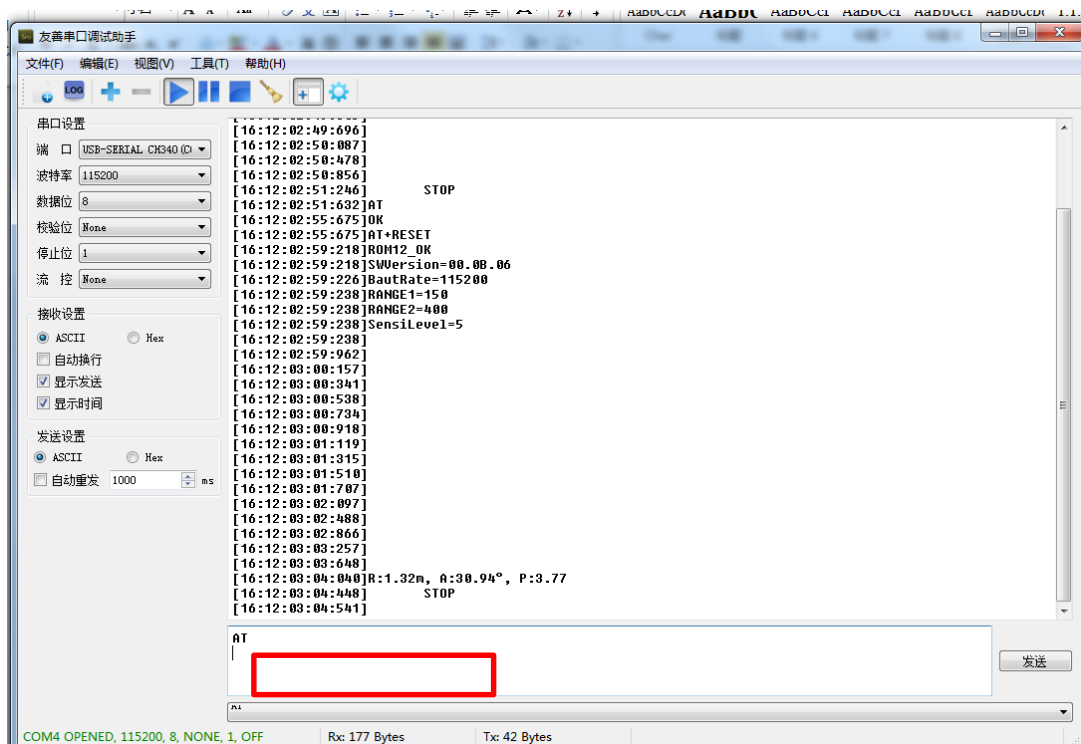

图 5-1 指令格式示例
**A2:**大概率为末尾无换行符（\n），体现在串口调试助手上为输入框应有换行（如图 5-1）。因 AT 指令以换行为结尾，当未收到换行符时雷达将认为 AT 指令未完成，不对该指令进行处理，现象为雷达没有回复。